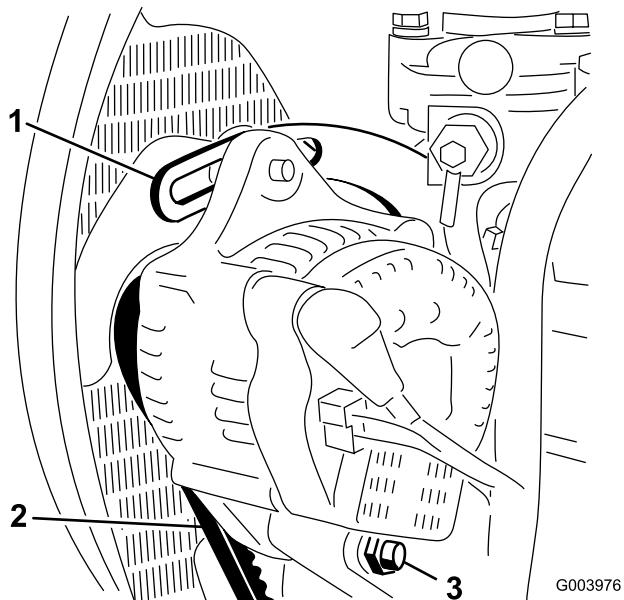

Figure 75
- Contrôlez la tension de la courroie d'alternateur (Figure 75) en exerçant une force de 10 kg à mi-distance entre les poulies d'alternateur et de vilebrequin.
- Desserrez le boulon de fixation du renfort au moteur (Figure 75), le boulon de fixation de l'alternateur au renfort et le boulon de pivot.